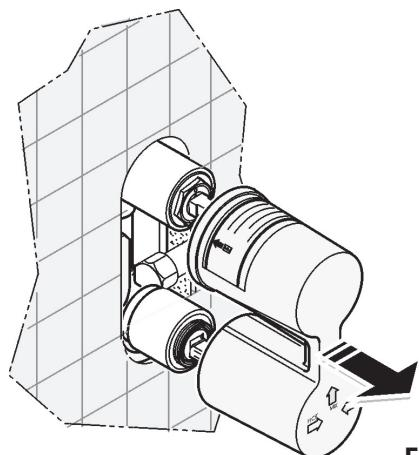

Fig. 6
- Togliere la protezione in polistirolo di copertura. (Fig. 6)
- Remove the polystyrene protection (Fig.6).
- Den Schaumstoff-Abdeckschutz entfernen (Abb. 6).
- Retirer la protection de recouvrement en polystyrène. (Fig. 6)
- Saque la protección de porex. (Fig.6)
- Снять защитную оболочку из полистирола. (Рис. 6)